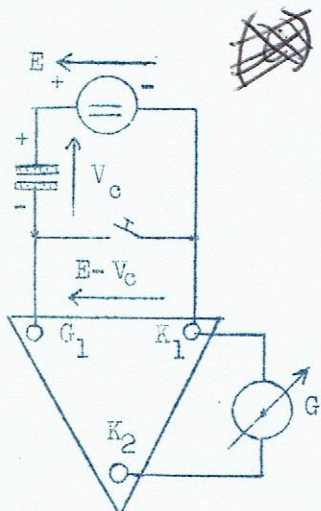

Figure 10
- Le Multimeureur utilisé en "variateur" selon le schéma de la fig.10 permet, grâce à ce montage de réduire de 500 à 1.000 fois le temps habituellement nécessaire pour opérer une telle mesure.